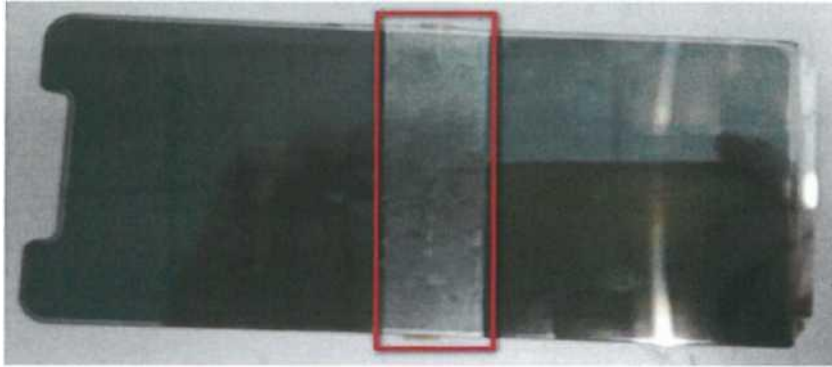

图 13 胶带黏贴示意图
4.1.1.11 在贴有应变片的反面处贴上 PDT-1 纸胶带 (图 13)